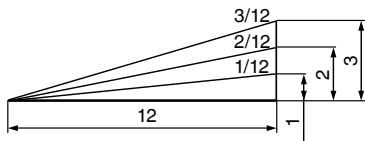

Fig. 34
- (4) Le degré, qui est le rapport de la hauteur sur le socle de la section triangulaire à retirer, pourra être utilisé pour régler l'échelle d'onglet à la place de l'angle de coupe, au besoin (voir Fig. 34).